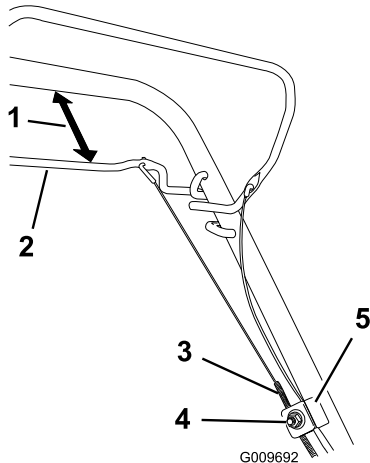

Figura 19
1. Afloje la tuerca del soporte del cable (Figura 19).
2. Sujete la barra de la transmisión autopropulsada a una distancia de 25 mm – 38 mm (1" – 1½") del manillar (Figura 19).
3. Tire hacia abajo de la cubierta del cable (hacia la máquina) hasta eliminar la holgura del cable (Figura 19).